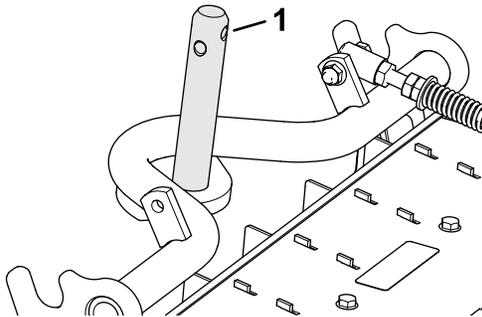

Figura 8
4. Rivestite l'albero del telaio portante di grasso pulito (Figura 8).